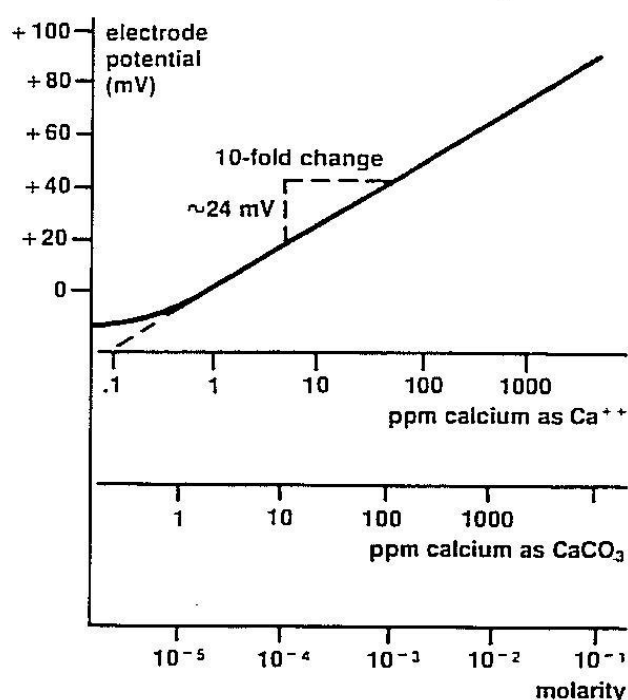
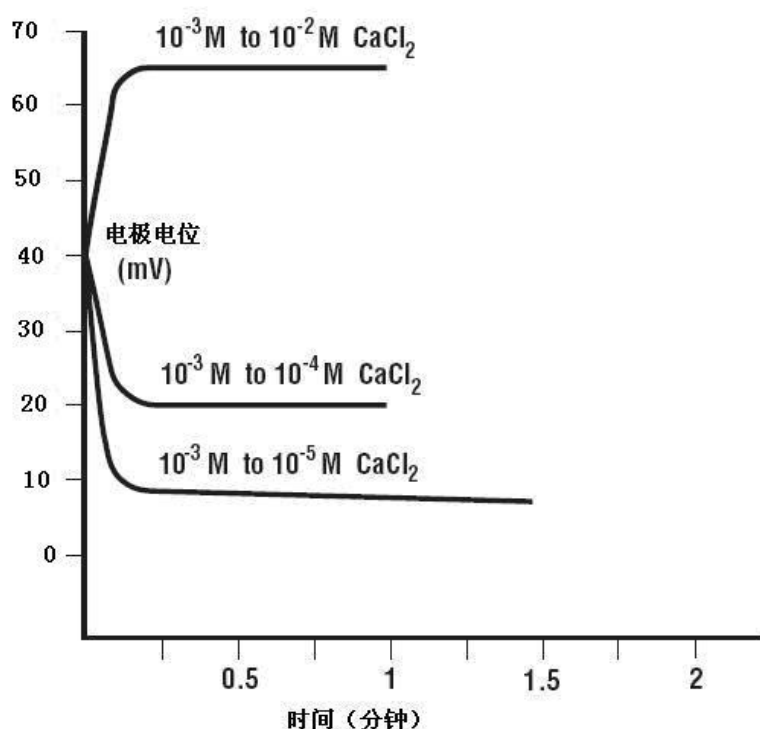

图2 典型的校正曲线
图3 电极响应速度
- 5、在半对数坐标纸上，以测量所得标准液的电位为纵轴，标准液浓度为横轴作图，如图 2。
当离子浓度高于 $5 \times 10^{-5} \text{ M}$ 时，以电极电位对浓度在半对数表上作图，得到的直线斜率约为22到30mV/每十倍浓度，见图2。此时电极具有较快的响应速度（99%的响应时间在1分钟以内）。低于此浓度时，电极响应时间将会变长，同时表现为非线性，见图3。
电极的检测下限取决于离子交换剂的微水溶性，它会造成测量误差。图2显示了在低浓度时，电极的实际响应值度与理论值的比较。